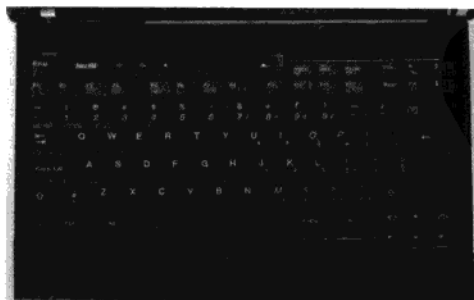

图 1-3 键盘向前推
2. 拆笔记本电脑的键盘。IBM 的笔记本电脑在后面都有标识，其他品牌的笔记本电脑要先确定是前拆还是后拆的，部分笔记本电脑的键盘是靠压条压住的，只要把压条拆下就能取下键盘，也有部分键盘的固定螺丝是安装在笔记本电脑后面的。键盘向前推的情况如图 1-3 所示。